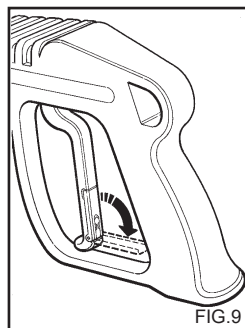

FIG. 9
- Wenn der Hochdruckreiniger nicht benutzt wird, die Sicherheitsvorrichtung am Griff schließen (Fig.9).